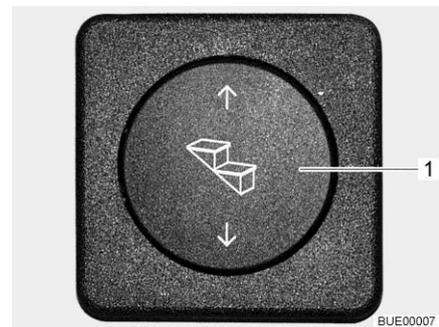

Bild 10 Bedientaster Eintrittsstufe
- Wipptaster (Bild 10,1) unten drücken und gedrückt halten (mindestens 3 Sekunden), bis die Eintrittsstufe vollständig ausgefahren ist.
- Wipptaster (Bild 10,1) oben drücken, bis die Eintrittsstufe vollständig eingefahren ist.